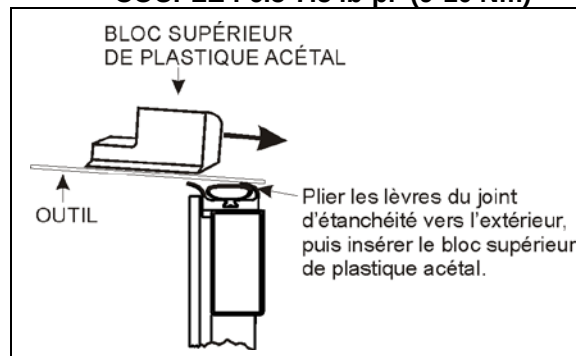

FIGURE 31: INSERTION DE BLOC DE PLASTIQUE ACÉTAL INFÉRIEUR 26095
5. Réinstaller les blocs de plastique acétal supérieurs. Plier le joint racleur vers l'extérieur au moyen d'un outil plat pour faciliter l'installation (Figure 31) et serrer les vis de montage. Ne laisser aucun jeu entre les blocs et le rail.